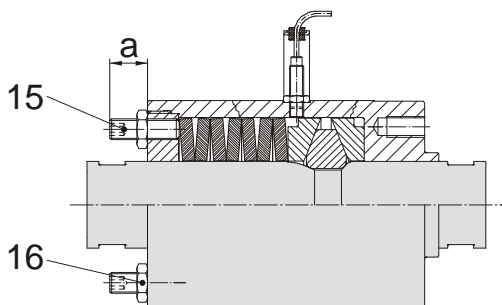

Bild 5 (Größe 5 – 8)
| 6 Einstellmutter  | 15 Gewindestift(nur bei Größe 5 – 8 / Abbildung Seite 6, Bild 5)    |
| 7 Tellerfeder   | 16 Sechskantmutter(nur bei Größe 5 – 8 / Abbildung Seite 6, Bild 5) |
In der Einstellmutter (6) sind 4 bzw. 6 Gewindestifte (15), die auf das Maß "a" eingestellt werden (Bild 5). Kontern der Gewindestifte (15) mit Sechskanutmutter (16) verhindert eine selbsttätige Veränderung der Einstellung.